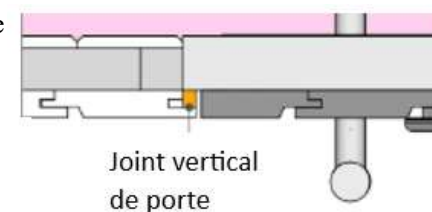

Fig.9b-Rail horizontal
- Positionnez le 4^{ème} rail au-dessus des panneaux. Percez le rail si besoin à l'endroit du passage des câbles électriques. Fixez le rail à l'aide des vis de 50mm fournies (Fig.9b).